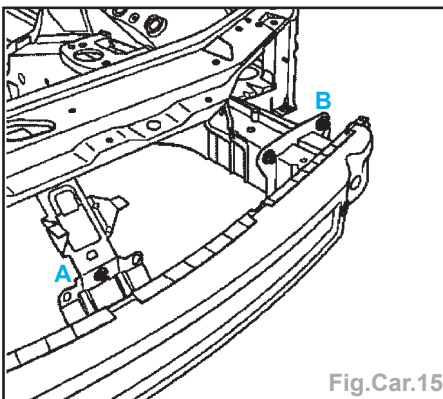

Fig.Car.15
- la vis de fixation centrale (A) (Fig.Car.15).